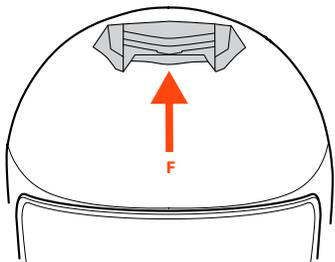

ABBILDUNG 5
#### BELÜFTUNGSÖFFNUNG VORNE OBEN – F – Abbildung 5/6
- **Abbildung 5:** Belüftungsöffnung, vollständig geschlossen.